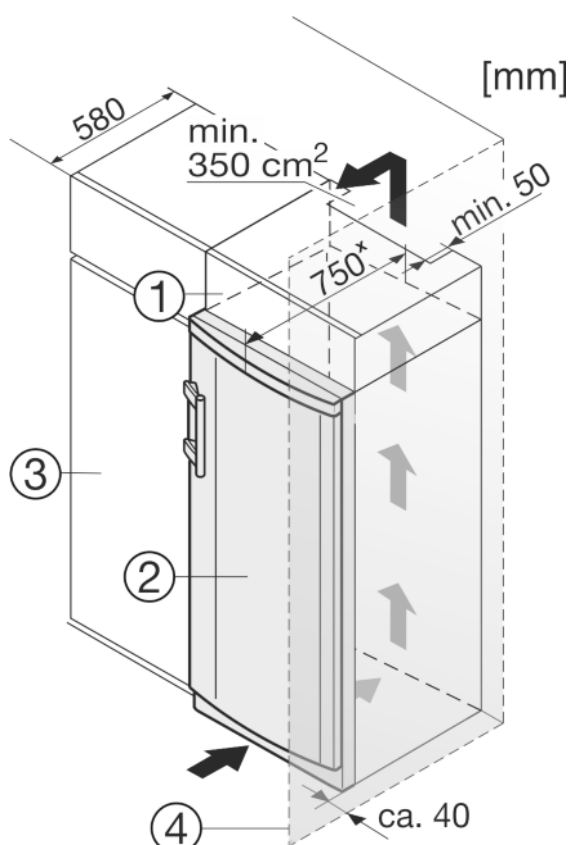

Fig. 9
Het apparaat Fig. 9 (2) kan worden ingebouwd in de keuken. Om het apparaat aan de hoogte van het keukenblok aan te passen, kunt u er een passende opbouwkast Fig. 9 (1) op plaatsen.
Plaats u het apparaat met de scharnierkant naast een muur Fig. 9 (4), dan moet de afstand tussen apparaat en muur minstens 40 mm bedragen. Dit in verband met het uitsteken van de deurgreep bij een geopende deur.